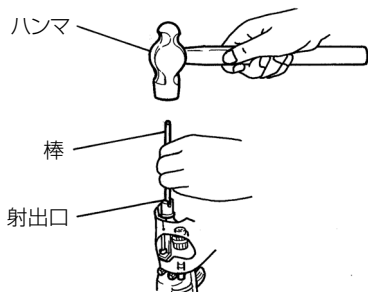

図 26
- 釘をマガジン内より抜き取り、釘ガイドを開き、射出口から細い棒を入れハンマでたたきます。(図 26)